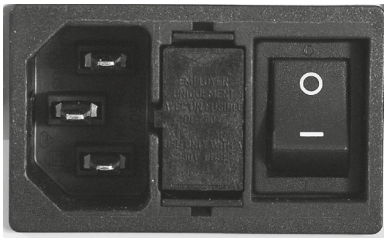

Fig. 1
- Desserrez la fermeture à cran du porte-fusible (20/8) entre l'interrupteur (19) et la fiche d'alimentation (18) avec un outil approprié (Fig. 1).